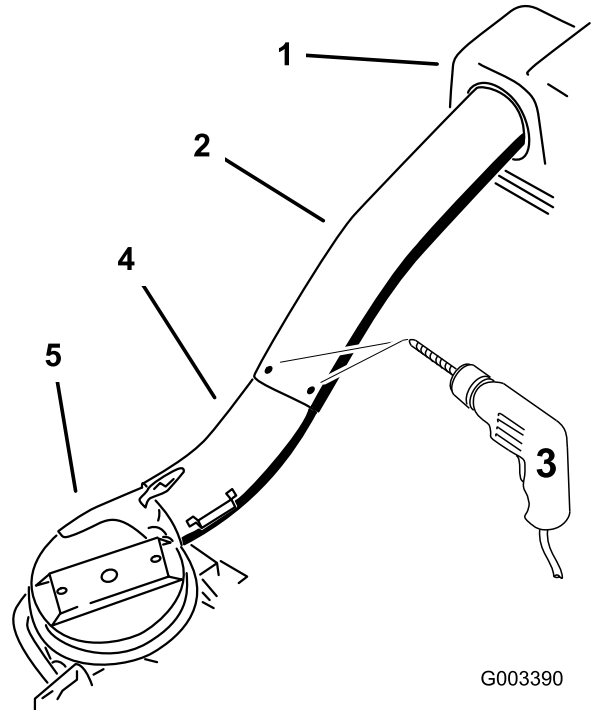

Figura 29
12. Usando los tres taladros o muescas del tubo superior como guía, perforo tres taladros (7/32" de diámetro) en el punto de unión de los tubos superior e inferior (Figura 29).